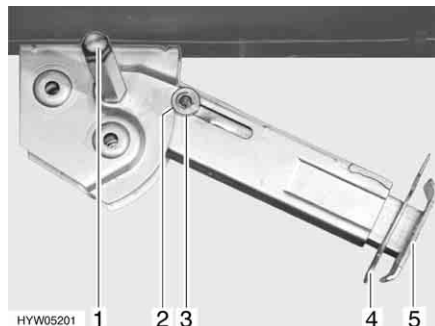

Bild 35 Stödben
- Placera hylsnyckeln på sexkanten (Bild 35,1) och vrid runt den tills stödbenet står rakt neråt.
- Drag ut sprinten (Bild 35,4) ur stödbensförlängningen (Bild 35,5).
- Placera hylsnyckeln på sexkanten (Bild 35,1) och vrid runt den tills stödbenet inte längre sitter mot marken.
- Skjut in stödbensförlängningen (Bild 35,5) helt och sätt in sprinten (Bild 35,4) i borrhålet på stödbensförlängningen.
- Vrid på sexkanten (Bild 35,1) med hylsnyckeln tills stödbenet har svängts upp och styrbrickan (Bild 35,3) befinner sig längst upp i skåran (Bild 35,2).